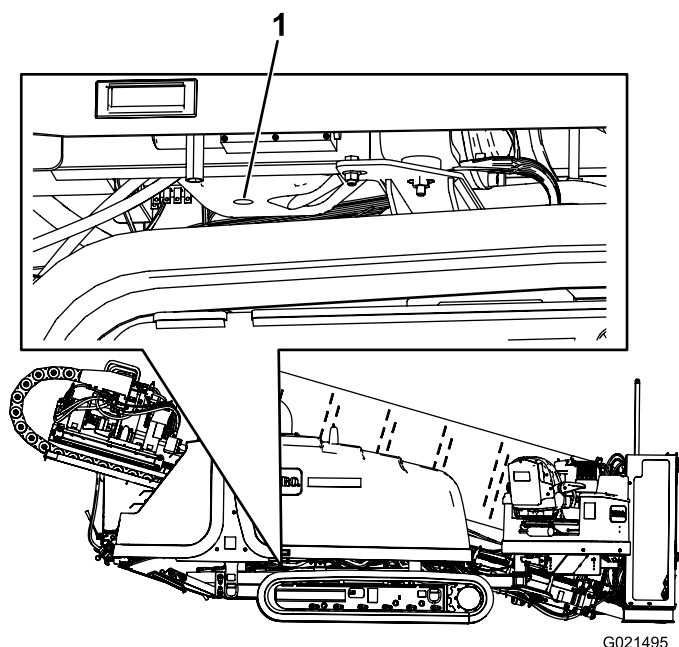

Figure 123
2. Enlevez le bouchon de vidange (Figure 123).
7. Remettez le bouchon de vidange sur le raccord de vidange (Figure 123).